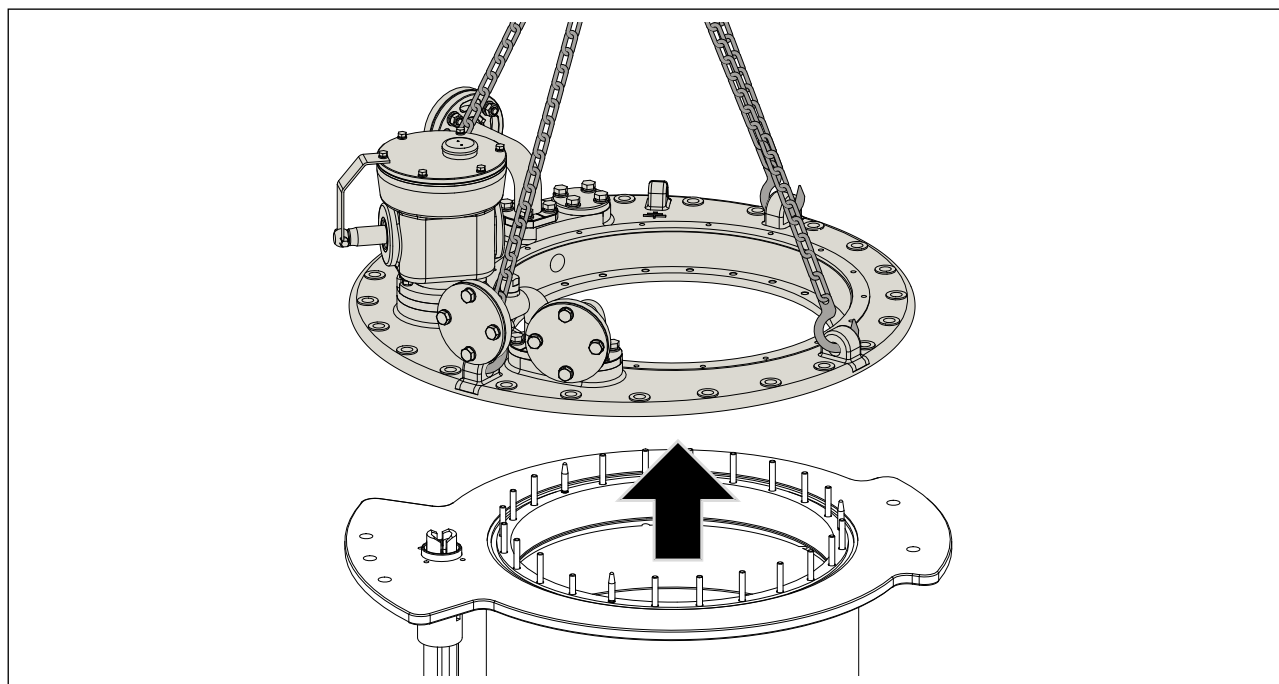

图 5-9 吊离 OLTC 安装法兰示意图
2. 小心将 OLTC 安装法兰从支撑法兰上吊离（见图 5-9）。